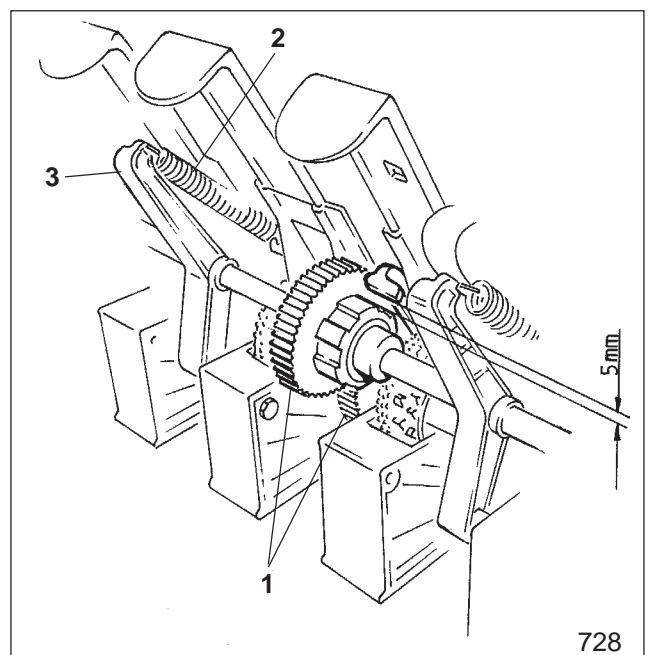

Fig. 18.31
- Zahnräder (Fig. 18.31/1) der Vorgelegewelle und der Säwelle in Eingriff bringen.
- Zugfedern (Fig. 18.31/2) an den Schwenklagern (Fig. 18.31/3) einhängen.